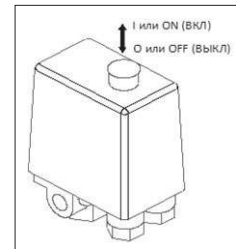

Рис. 6
- Проверьте, чтобы выключатель находился в выключенном положении «О» / «OFF» (в зависимости от исполнения) (Рис. 6).
- Включите компрессор выключателем на реле давления. Для этого необходимо переключить выключатель в положение «I» или «ON» (в зависимости от исполнения) (Рис. 6).
в положение «0» или «OFF» (в зависимости от исполнения) (Рис. 6). После этого остановится электродвигатель и произойдет сброс давления из нагнетательного воздухопровода и поршневого блока.